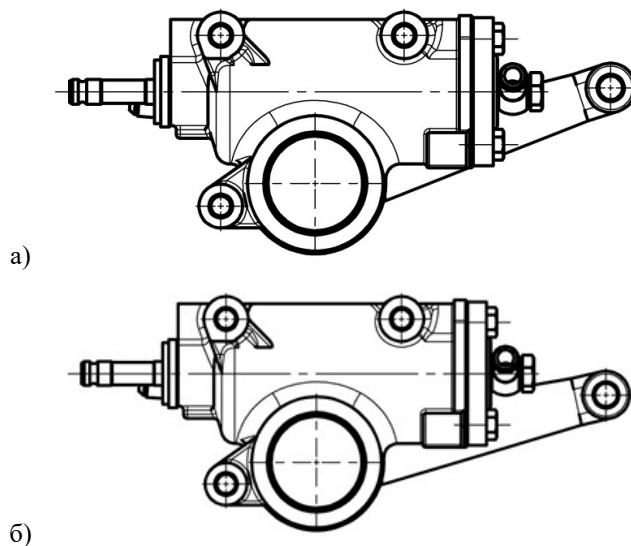

Рис. 6.18. Установка рулевой сошки
4. Установить рулевую сошку на зубчатое зацепление, как показано на Рис. 6.18.